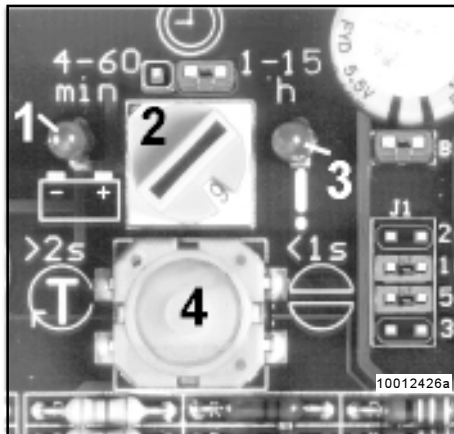

Abb. 16 - Leuchtdioden der Steuerplatine
Taster (4 Abb. 16)
Hinweis: Das Auslösen einer Zusatzschmierung kann auch mit Hilfe des Tasters 4 an der Steuerplatine (Abb. 16) erfolgen.
- Die LED-Funktionsanzeige (Abb. 16) gibt Auskunft über den Betriebszustand der Zentralschmieranlage.
Hinweis: Das Auslösen einer Zusatzschmierung kann auch mit Hilfe des Tasters an der Steuerplatine (Abb. 16) erfolgen. Der Taster muß dazu > 2 Sekunden gedrückt werden. Voraussetzung, Maschinenkontakt ist eingeschaltet
- Ob Spannung an der Steuerplatine anliegt, ist am Aufleuchten der linken Leuchtdiode (LED) 1 Abb. 16 erkennbar.